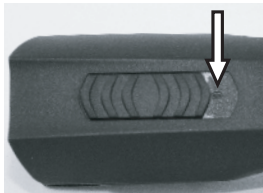

Fig. 4 Interrupteur posición DESCO. ("0")
1. Examine los contactos de la esquiladora (1) y de la batería (2) a cuerpos extraños y ensuciamientos.
2. Asegure que el interruptor de la esquiladora está en posición DESCO ("0") (fig.4).
3. Inserte la batería (2) en la esquiladora (3) hasta que el enclavamiento de batería (1) enclava de los dos lados.
4. Inserte la esquiladora con la batería (1) o la batería sola (2) por la parte superior en la cavidad del cargador prevista para ello, sin forzar.
6. La batería carga. Durante la carga, el piloto de control (3) es encendido rojo. Una vez que la batería se ha cargado un 90 %, la luz testigo cambia a verde y el cargador conmuta a "carga de mantenimiento".
7. Tenga el cargador a una mano y retire la esquiladora (1) o la batería (2) por la otra mano.
1. Meta el interruptor a la posición DESCO "0" (fig. 4).
2. Apriete el enclavamiento de batería (2) de los dos lados hacia el interior y retire la batería (1) de la esquiladora.
3. Inserte la batería cargada (1) en la esquiladora (2) hasta que el enclavamiento de la batería haya encajado de los dos lados.